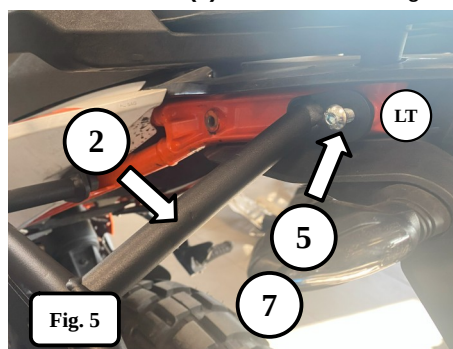
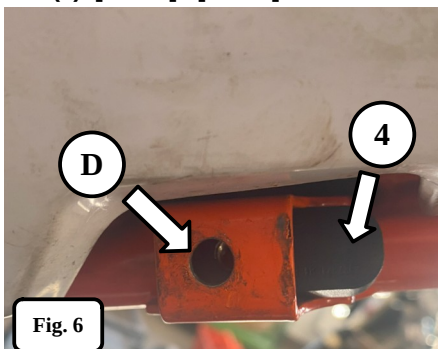
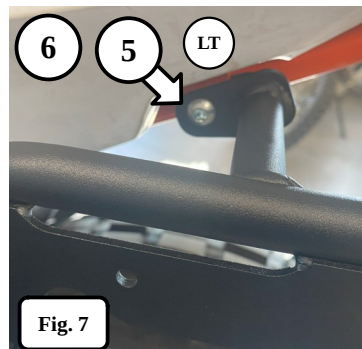

Fig. 5
Fig. 6
Fig. 7
ENG 2. Fasten the Side luggage rack (2) using bolt (7) and washer (5) at position (C) [Fig.5]. Slide the Threaded plate (4) into the frame mounting point and secure the Side luggage rack (2) with bolt (6) through washer (5).[Fig.6], [Fig.7]
PL 2. Przykręć Stelaż (2) śrubą (7) z podkładką (5) w miejsce (C) [Fig. 5]. Wsuń płytkę (4) w mocowanie ramy (D) i przykręć stelaż (2) śrubą (6) przez podkładkę (5) [Rys. 6], [Rys. 7]
DE 2. Befestigen Sie den Seitlichen Gepäckträger (2) mit Schraube (7) und Unterlegscheibe (5) an position (C) [Abb.5]. Schieben Sie die Gewindplatte (4) in die Rahmenbefestigung (D) und sichern Sie den Seitlichen Gepäckträger (2) mit Schraube (6) durch die Unterlegscheibe (5). [Abb.6] / [Abb.7]